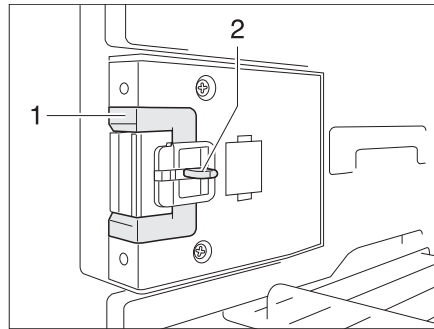
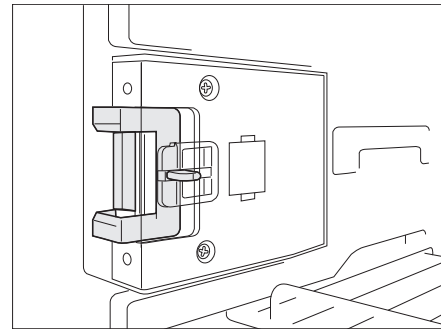

Fig. 326 Dispositivo de cierre en posición normal
Fig. 327 Dispositivo de cierre en posición de ventilación
- Hundir el desbloqueo (Fig. 326,2).
- Empujar el dispositivo de cierre (Fig. 326,1) hacia delante (Fig. 327).